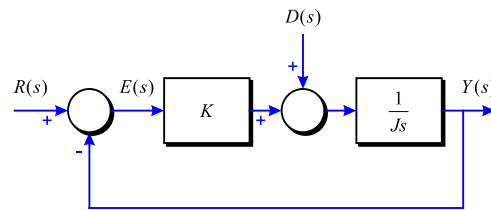

Figura 3-13
**Problema 62** Donat el sistema representat per la Figura 3-13: